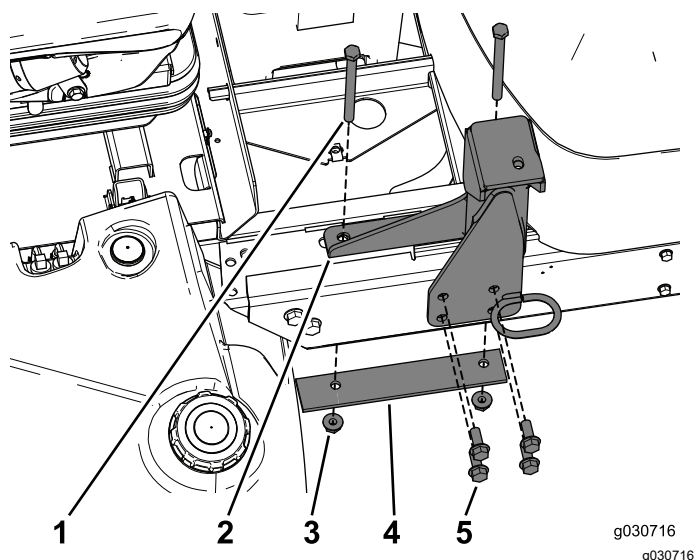

Figura 20
1. Utilice las fijaciones nuevas para sujetar el soporte trasero izquierdo al bastidor (Figura 20).